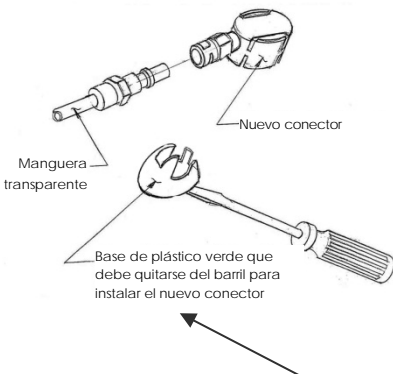

Figura 7
1. Quite el adaptador del barril a presión. (Figura 7) Recicle el adaptador de acuerdo a la normativa medioambiental local.